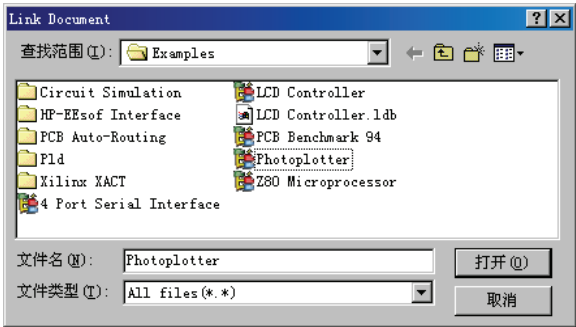

图 1-12 “Link Document”对话框
11) Link Document: 连接其他类型的文件到当前设计库中。执行该命令后, 系统弹出如图 1-12 所示的“Link Document”对话框, 可以选择其他文档的快捷方式连接到本设计平台。